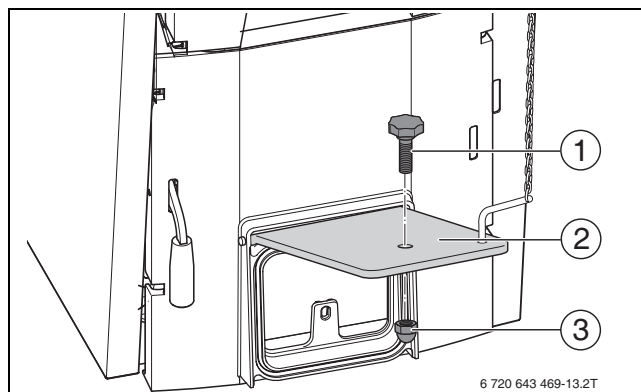

Рис. 16 Установка регулировочного винта
- ▶ Установите регулировочный винт [1] (см.рис. 16) на воздушной заслонке [2].